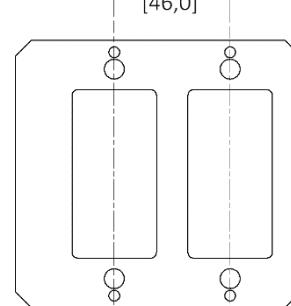
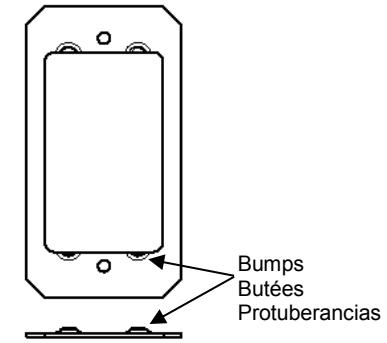

Fig. 2
Fig. 7
Center cover plates S1R10CSPxxx series are available in various configurations as shown in Fig. 1-4. Install center cover plates S1R10CSPxxx series (Fig. 1-4) in the area (A) as shown in Fig. 5. Use the divider slots as shown in (Fig. 5 and 6) as guides for locating position of the cover plates. Cover plates with bumps (Fig. 7) must be installed with bumps in the up position. Center dividers, purchased separately, cannot be used under NEMA spaced cover plates shown in Fig. 2 and 3.
Les plaques centrales de la série S1R10CSPxxx sont offertes en diverses configurations comme l'illustre la Fig. 1-4. Monter les plaques centrales de la série S1R10CSPxxx (Fig. 1-4) dans la région (A) selon l'illustration de la Fig. 5. Utiliser les fentes pour cloisons comme guides (Fig. 5 et 6) pour positionner les plaques. Les plaques avec butées (Fig. 7) doivent être installées les butées vers le haut. Les cloisons centrales, achetées séparément, ne peuvent être utilisées en vertu de NEMA en ce qui concerne les plaques des Fig. 2 et 3.
Las placas de cubierta de centro de la serie S1R10CSPxxx están disponibles en varias configuraciones como se muestra en la Fig. 1-4. Instale las placas de cubierta central serie S1R10CSPxxx (Fig. 1-4) en el área (A) como se muestra en la Fig. 5. Utilice las ranuras divisorias como guías para ubicar la posición de las placas de cubierta. Las placas de cubierta con protuberancias (Fig. 7) deben instalarse con las protuberancias hacia arriba. Los divisores de centro, comprados por separado, no se pueden utilizar bajo las placas de cubierta espaciadas NEMA que se muestran en las Fig. 2 y 3.